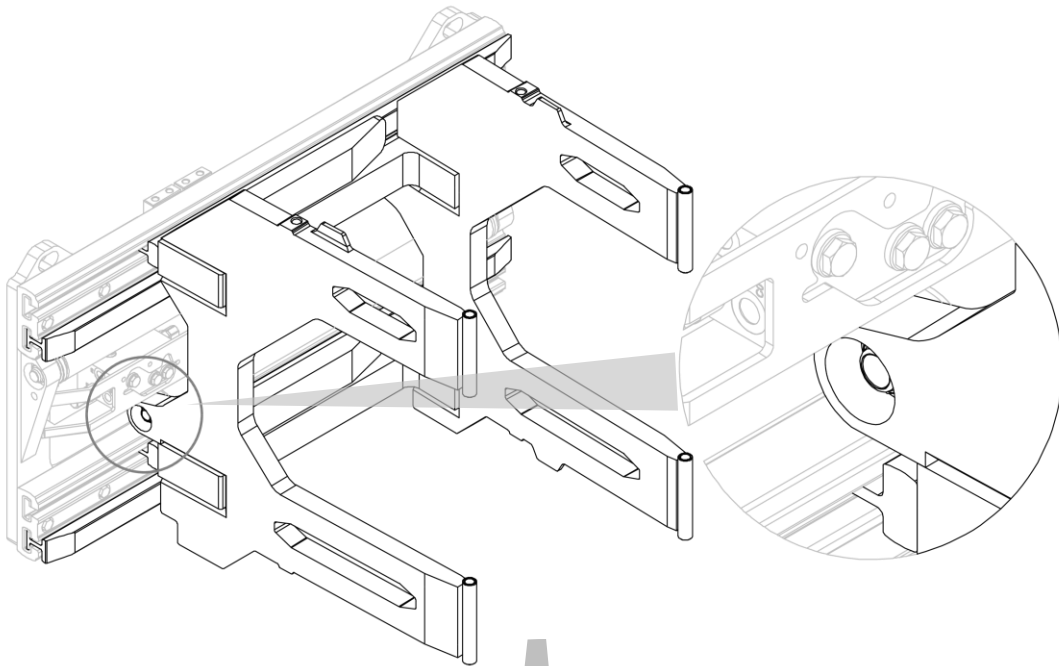
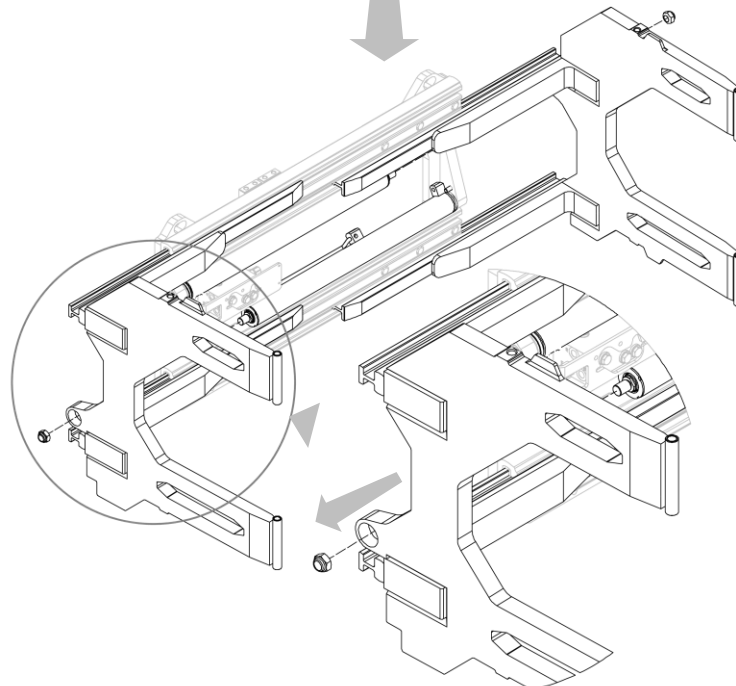

Figure 74
Figure 75
3. Retirer une à une les fourches de leur logement, après avoir enlevé les écrous qui les fixent aux vérins (voir Figure 74 e Figure 75).